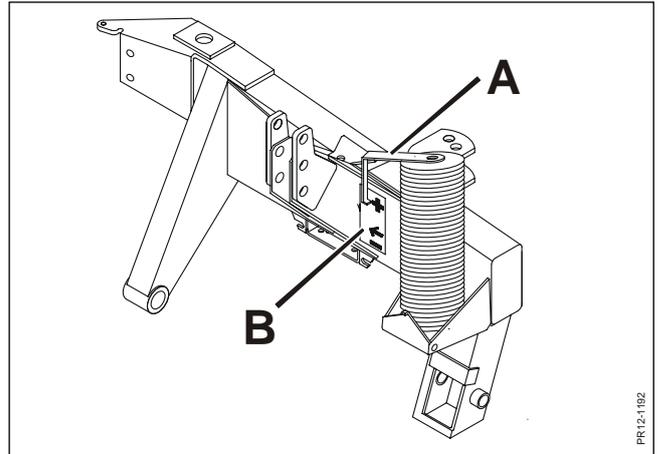

Fig. 3-8
- Fig. 3-8** Positionner le distributeur hydraulique double effet en position flottante. Lever ou abaisser les bras de relevage jusqu'à ce que la machine soit à la bonne hauteur de travail. Ceci est obtenu lorsque le témoin **A** est au niveau de la flèche sur l'autocollant en **B** comme décrit au chapitre 2.
NB: Une hauteur de coupe irrégulière ou une conduite saccadée au champ peuvent être rectifiées en adoptant un réglage comme présenté Fig. 3-8.